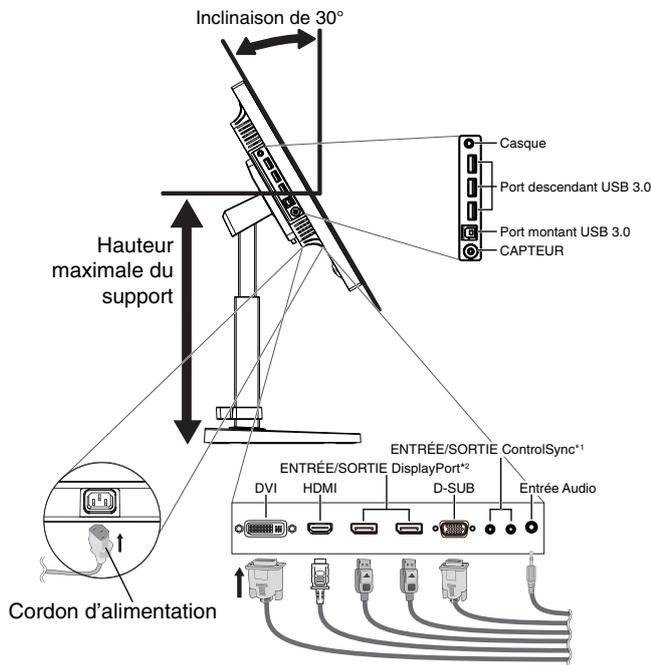
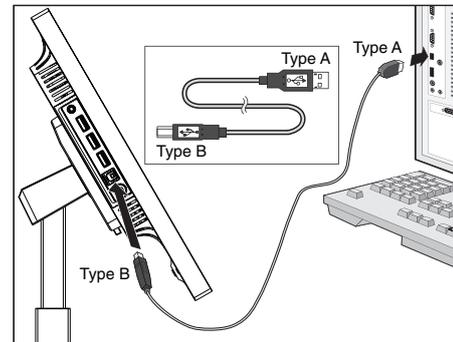

Figure C.1
Figure C.1a
4. Branchez tous les câbles aux prises appropriées (**Figure C.1**). À l'aide du câble USB, branchez la prise de type B au port montant USB situé sur le côté arrière droit du moniteur et la prise de type A au port descendant de l'ordinateur (**Figure C.1a**). Si vous utilisez le cordon d'un appareil USB, branchez-le au port descendant du moniteur.
5. Lors de l'utilisation d'un capteur facultatif, connectez la micro prise stéréo au CAPTEUR (**Figure C.1**).